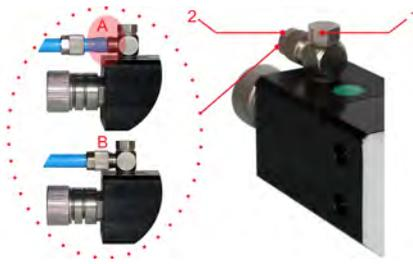

Abb. 3: Druckluftanschluss
*Durch Lösen der „Arretierschraube für Druckluftanschluss“ Abb. 3, Pos. 1, kann der Winkel des Druckluftanschlusses den örtlichen Gegebenheiten angepasst werden.
Bei der Montage des Druckluftschlauches ist unbedingt darauf zu achten, dass dieser bis zum Anschlag aufgeschoben wird (siehe Abb. 3, Pos. A)*